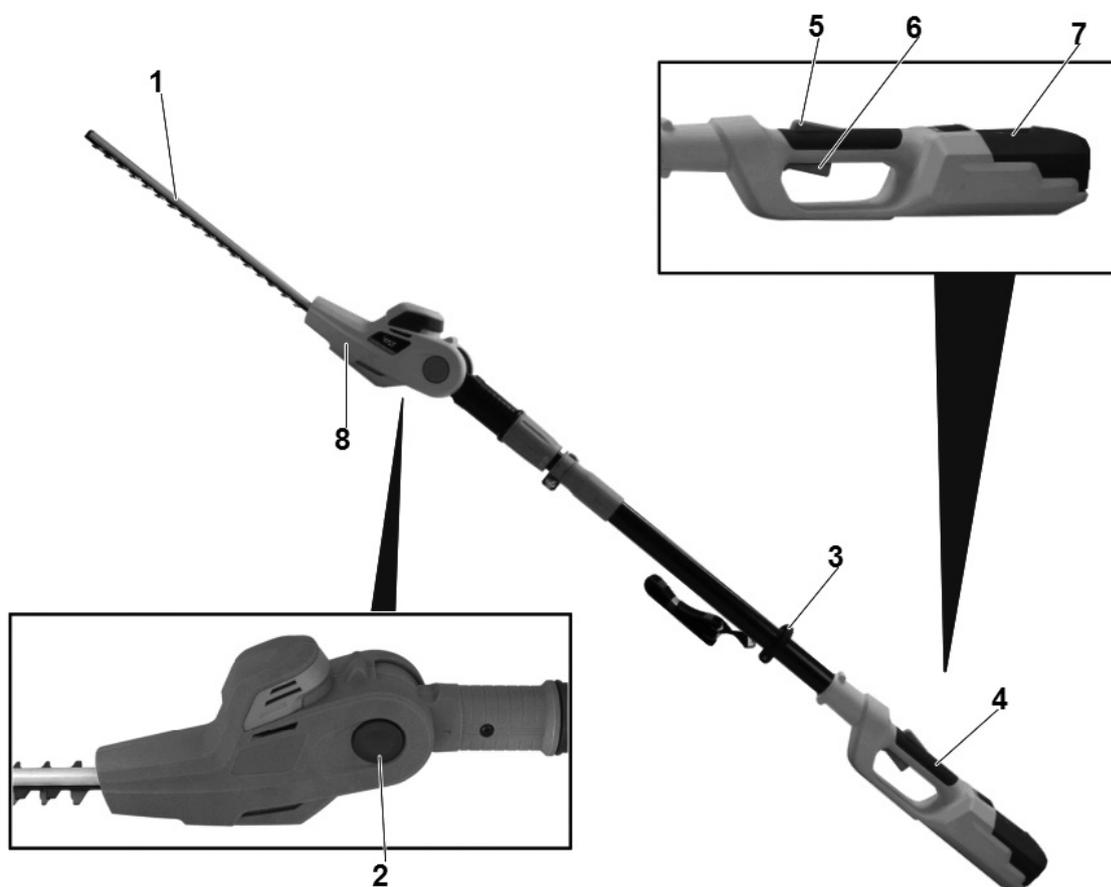

Рис.1
Для установки требуемого угла наклона рабочих ножей нажмите кнопку (2) Рис.1 и поверните узел на требуемый угол до его фиксации.